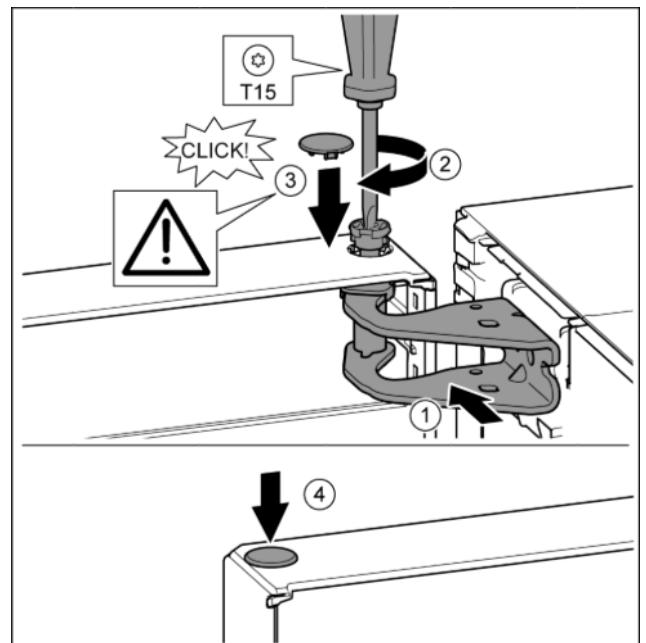

Fig. 16
- ▶ Tür oben zur Öffnung im Lagerbock ausrichten. Fig. 16 (1)
- ▶ Bolzen einsetzen und mit Schraubendreher T15 festschrauben. Fig. 16 (2)
- ▶ Sicherungsabdeckung zur Sicherung der Tür montieren: Sicherungsabdeckung einsetzen und Kontrollieren ob sie auf der Tür aufliegt. Ansonsten Bolzen vollständig einsetzen. Fig. 16 (3)
- ▶ Stopfen einsetzen. Fig. 16 (4)